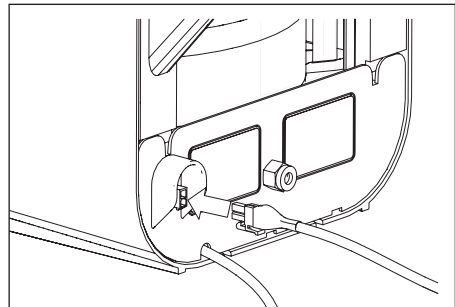

Abb. 8.4 Anschluss des Kabels an den Verbindungsstecker des Boilers
8. Schließen Sie das Kabel, das aus dem HotSpot Titanium-Kochend-Wasserhahn kommt, an den Verbindungsstecker auf der Rückseite des Boilers an (Haken nach unten) (siehe Abb. 8.4).